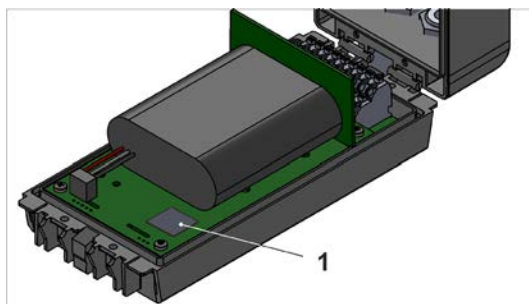

Abb. 25-2 SIM-Karten-Slot
2. Der SIM-Karten-Slot (Abb. 25-2 Pos. 1) ist zugänglich.